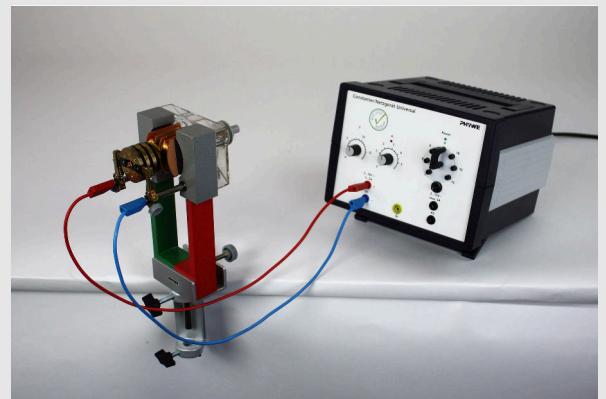

Fig. 2
- Sujete el imán en forma de U al tablero de la mesa con la abrazadera de mesa (Fig.2).
- Conecte el motor eléctrico a la fuente de alimentación como se muestra en la Fig. 2.